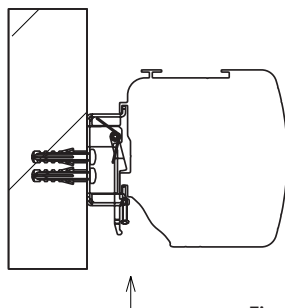

Fig. 4
3. Enfin, serrez les vis de sécurité des équerres. Cela permet d'éviter que celles-ci ne se déverrouillent par inadvertance. (voir Fig. 4)